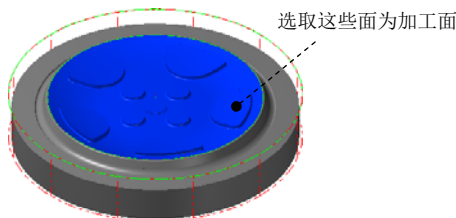

图 15.19 选取加工面
Step3. 选择加工方法。选择下拉菜单  **刀具路径 (T)** →  **曲面粗加工 (R)** →  **粗加工残料加工 (T)...** 命令。
(1) 在图形区中选取图 15.19 所示的曲面 (共 84 个面)，然后按 Enter 键，系统弹出“刀